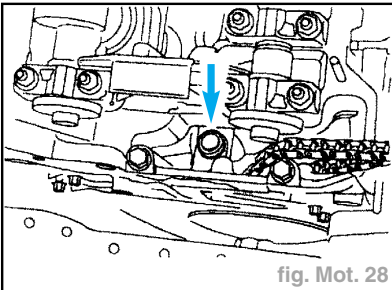

fig. Mot. 28
- Retirer le poussoir hydraulique du tendeur de chaîne (fig. Mot. 28).
- Poser le poussoir hydraulique de tendeur de chaîne (fig. Mot. 28).